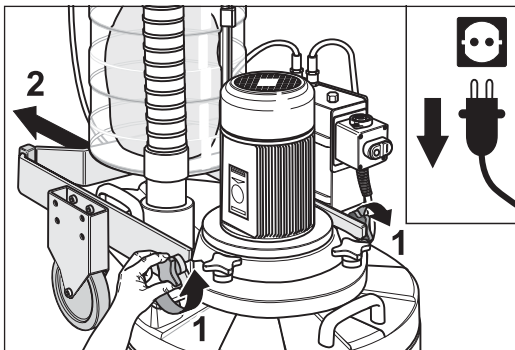

Fig. 47 Après avoir débloqué les poignées en étoile, le chariot peut être déplacé vers l'arrière.
- 8 Desserrer maintenant les deux poignées en étoile latérales sur le boîtier et faites rouler le chariot à l'horizontale en le déplaçant vers l'arrière (fig. 47).